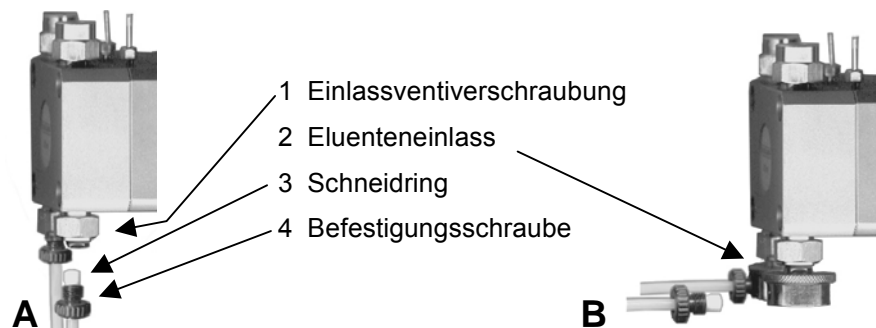

Abb. 24 Pumpenkopf: Anschluss von Lösungsmitteln 100, 250 und 500 ml Kopf
Die Lösungsmittelschläuche werden entsprechend Abb. 24 mit dem Pumpenkopf verbunden. Je nach den konkreten örtlichen Bedingungen können die Schläuche direkt mit der Einlassventilverschraubung (A) verbunden werden oder mit dem Eluenteneinlass (B). Stellen Sie sicher, dass die flache Seite des Schneidrings zum Pumpenkopf zeigt und dass die Befestigungsschraube handfest angezogen wird.